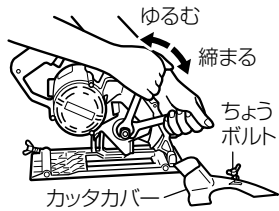

図 26
カッタカバーをはずし、付属のスパナ 2 本を使い、大きいほうのスパナをワッシャ (B) の切欠部に掛け、小さいほうのスパナでナットをゆるめます。(図 26)